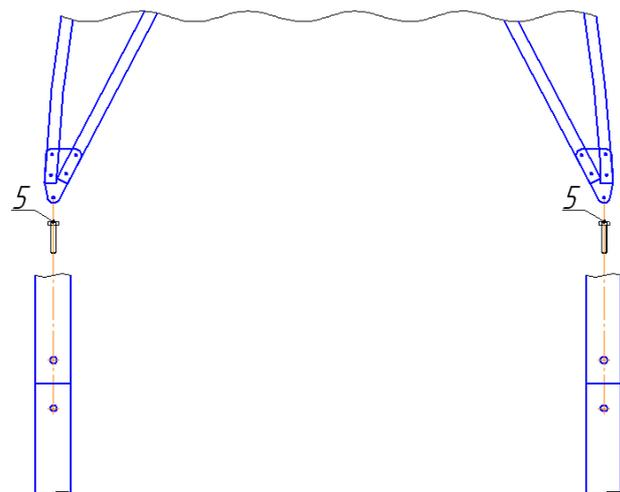

Рис. 8
3.2 Монтируем следующую среднюю секцию аналогично торцевой секции на кровельные саморезы №5 (4,8x19 – 4шт) (рис.8).